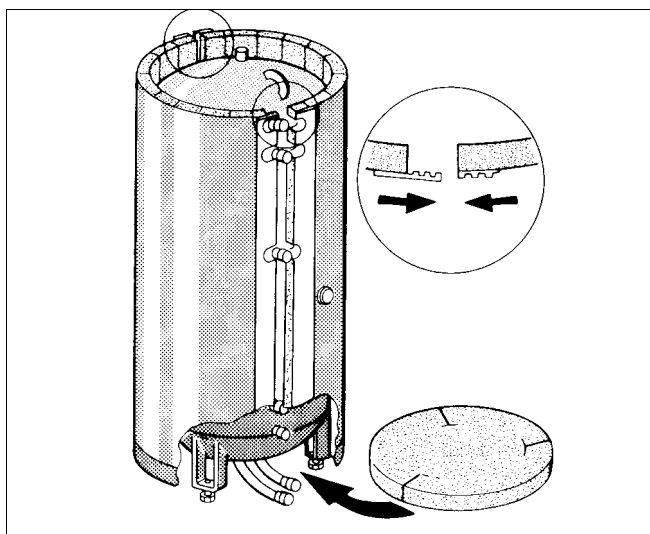

Fig. 8 Montage de l'isolation thermique
- Placer le matelas isolant autour du corps du préparateur en faisant coïncider les perçages et les raccords (fig. 8).
Fermer d'abord la bague de fermeture aux orifices de raccordement (fig. 8).
- Assembler les deux autres extrémités du matelas isolant et fermer (fig. 8).